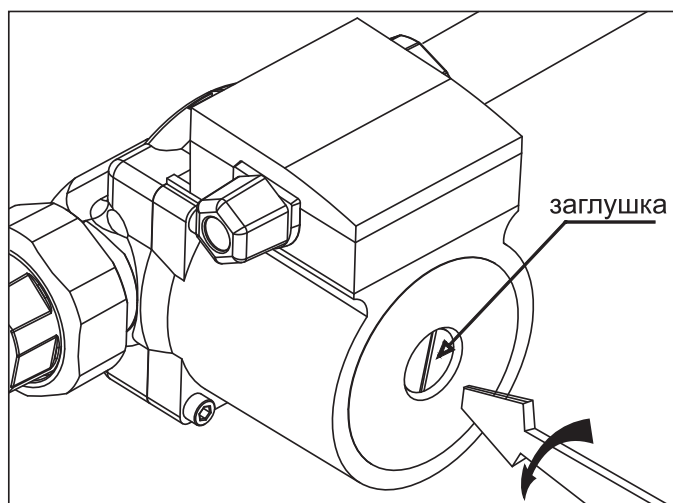

Рис.9 Удаление воздуха из насоса
- выкрутить винт и ослабить заглушку для удаления воздуха, защитив электрические части от попадания жидкости или пара **Рис.9**;